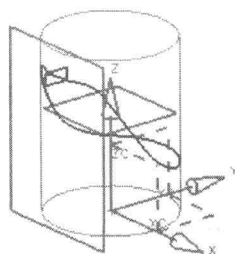

图 1-45
(5) 此时草图曲线已经转换成绿色, 在窗口状态栏出现草图已完全约束提示, 在【草图】工具条中选择  完成草图 图标, 窗口回到建模界面, 更新为如图 1-45 所示图形。